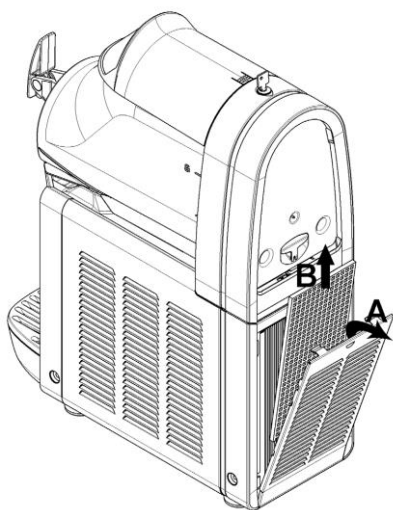

図 14
- (3)毎月のお手入れ： 機器背面にあるコンデンサーフィルターのほこりを取り除いてください。（図 14 参照）